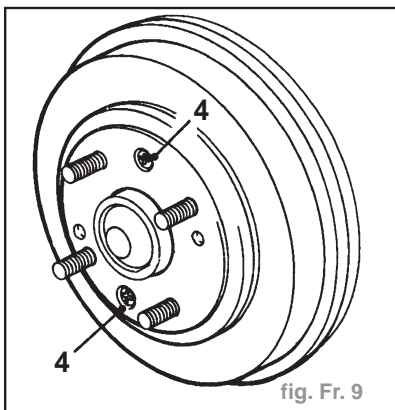

fig. Fr. 9
- Enlever les 2 vis (4) maintenant le tambour de frein (fig. Fr. 9).